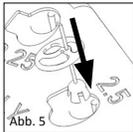

Abb. 5
■ **Abb. 5** Die TTP® VARIAC Prothese wird entsprechend der vorher ermittelten Länge (siehe oben: Anwendung der Sizer Disk) in die dafür vorgesehene Vertiefung an der Sizer Disk eingeführt. Die Schlitzte an der Glocke der Prothese werden so ausgerichtet, dass die Glocke entlang der Führungsstege nach unten gleitet. Dieser Vorgang sollte mittels der optional lieferbaren Titanpinzette (REF 8000 136) erfolgen.